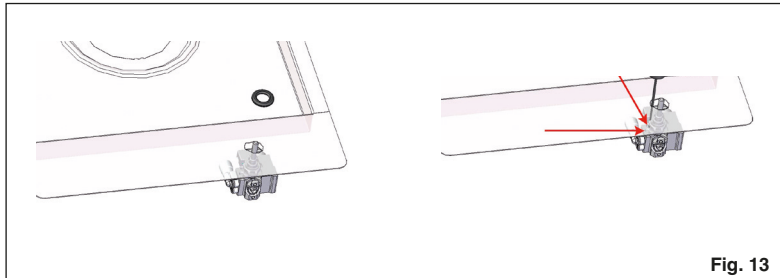

Fig. 13
- à la substitution des injecteurs (Fig. 13) avec ceux correspondants au type de gaz qu'il faut utiliser (voir tableau "Caractéristiques utilisateurs");
- pour le réglage au minimum, tournez à l'aide d'un tournevis approprié la vis dans l'axe du robinet (Fig. 13) après avoir placé le robinet sur la position du minimum. Pour GPL (butane/propane) serrez à fond.